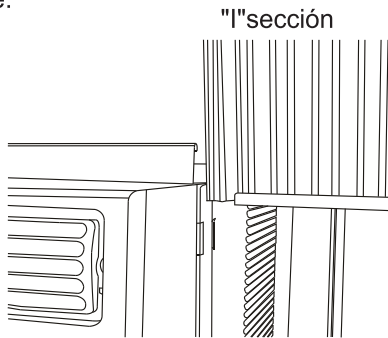

Fig.2
B. Deslice la sección "I" del labo libre del panel directamente entre el gabinete como se muestra en Fig.2. Deslice el panel abajo. Asegúrese de dejar suficiente espacio para deslizar el parte superior y inferior del marco entre el carril del gabinete.